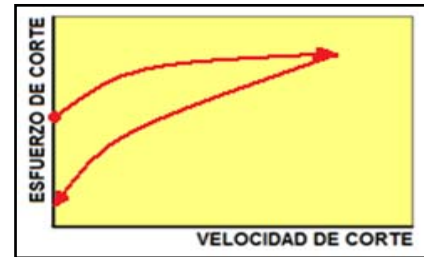

Figura A-11. Comportamiento de los fluido tixotrópicos.
**Fluidos tixotrópicos.** Son aquellos fluidos en los cuales el esfuerzo cortante decrece con la duración del corte, figura A-11.